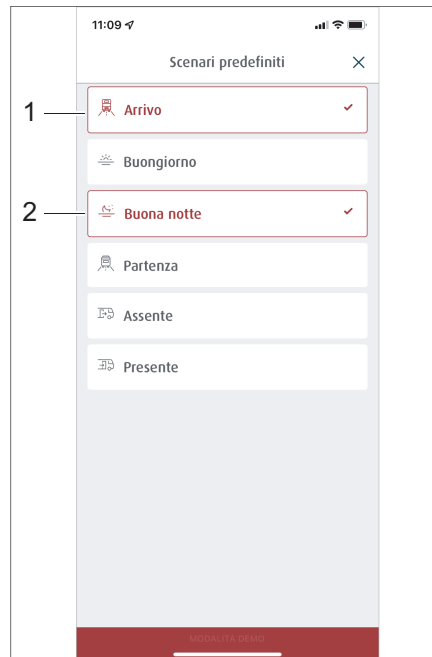

Fig. 291 Selezione di scenari precostituiti
- Digitare il pulsante degli scenari desiderati, ad esempio *Arrivo* (Fig. 291,1) e *Buona notte* (Fig. 291,2).